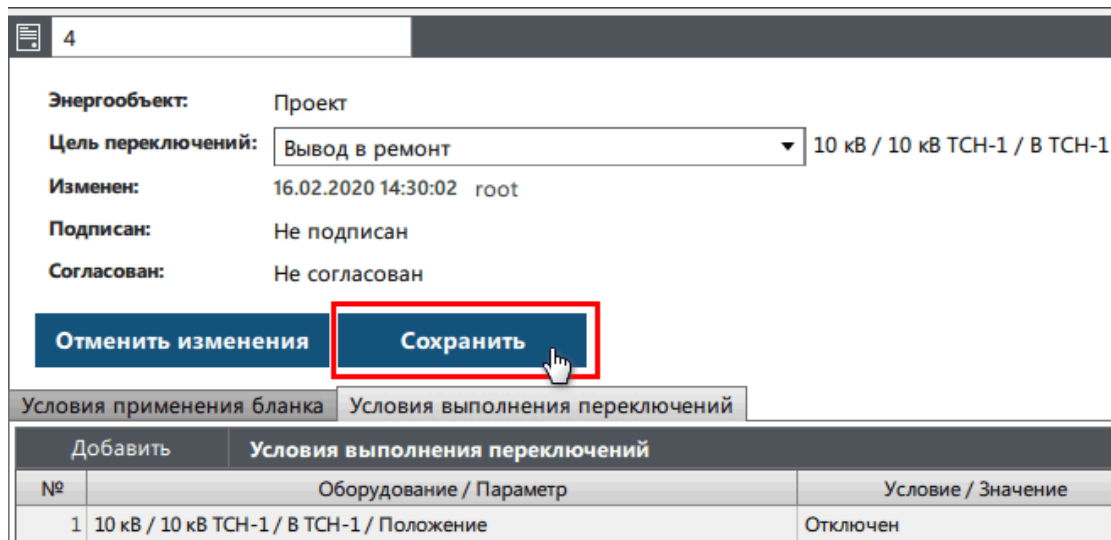

Рисунок 122 - Сохранение бланка
9. Проверьте бланк и нажмите **Сохранить** (Рисунок 122).